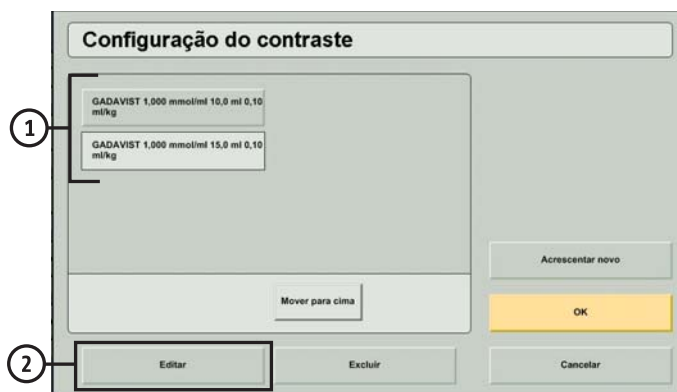

Figura 15 - 13: Selecione um Tipo de Contraste Existente para editar
- Edite as informações para cada um dos itens a seguir selecionando uma guia à esquerda da tela e inserindo os parâmetros (consulte a Figura 15 - 14):
- Nome do Contraste: Escolha um nome de contraste existente na lista (3) ou adicione um novo nome de contraste selecionando Adicionar Novo (4) e introduzindo o nome do contraste usando a janela do teclado que aparecerá no visor. Selecione Enter para salvar o novo nome do contraste na lista. Selecione o nome do contraste na lista.
- Concentração: Selecione uma concentração existente na lista (3) ou adicione uma nova concentração selecionando Adicionar Nova (4) e introduza a concentração (5). Selecione Enter (6) para salvar a nova concentração na lista. Selecione a concentração na lista.
- Tamanho do Frasco: Escolha um tamanho de frasco existente na lista (3) ou adicione um novo tamanho de frasco selecionando Adicionar Novo (4) e introduzindo o tamanho do frasco (5). Selecione Enter (6) para salvar o novo tamanho de frasco na lista. Selecione o tamanho do frasco na lista.
- Dosagem: Selecione uma dosagem existente na lista (3) ou adicione uma nova dosagem selecionando Adicionar Nova (4) e introduzindo a dosagem (5). Selecione Enter (6) para salvar a nova dosagem na lista. Selecione a dosagem na lista.
- Uma vez que o nome de contraste, valor de concentração, tamanho do frasco e a dosagem tenham sido selecionados, selecione Salvar (7) para salvar o Tipo de Contraste. Selecione Sim na janela de mensagem para confirmar.